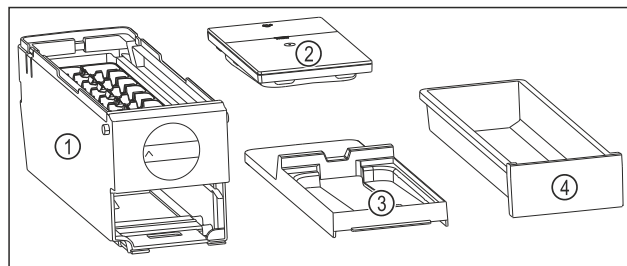

Fig. 199 Součásti EasyTwist-Ice
- EasyTwist-Ice je rozebrán na čtyři části. (viz Fig. 199)
- EasyTwist-Ice rozebírejte pouze na zobrazené součásti. (viz Fig. 199)
- Korpus EasyTwist-Ice Fig. 199 (1) vyčistěte jako celek.